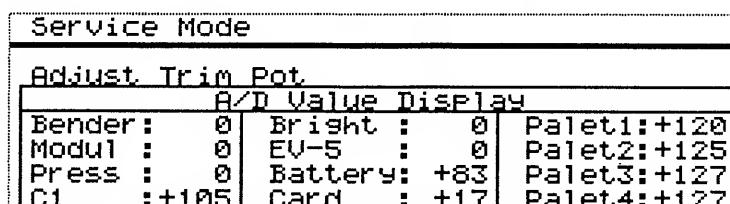

Fig.1
While pressing number button [6], turn the power on. The LCD of figure 1 will appear.
ナンバー・ボタン [6] を押しながら、電源を入れる。LCDディスプレイにFig.1のように表示される。
1. While pressing number button [6], turn the power on. The LCD shown in figure 1 will appear.
1. ナンバー・ボタン [6] を押しながら、電源を入れる。LCDディスプレイに、Fig.1のように表示されます。
2. While pressing number button [6], turn the power on. The LCD shown in figure 1 will appear.